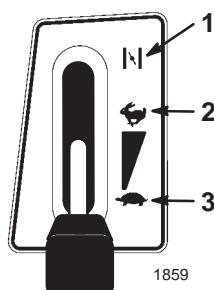

Figure 8
- Placez la manette d'accélérateur en position de starter (Fig. 8).
- Lorsque le moteur a démarré, amenez progressivement la manette d'accélérateur en position de Régime maximum (Fig. 8). Si le moteur cale ou hésite, ramenez la manette d'accélérateur en position de Starter pendant quelques secondes. Mettez ensuite la manette en position de Régime maximum. Répétez l'opération si nécessaire.
- Placez la manette d'accélérateur en position de Régime maximum (Fig. 8).